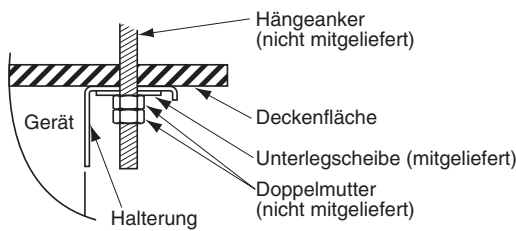
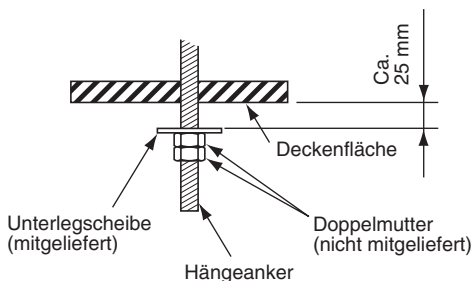

Abb. 3-14
Abb. 3-16
- (6) Die Vorbereitungen zum Aufhängen des Innengeräts durchführen. Die Aufhängungsmethode richtet sich danach, ob es sich um eine abgehängte Decke handelt oder nicht. (Abb. 3-14 und 3-15)
- (7) Das Innengerät wie folgt aufhängen:
- a) Die Halterung an den Hängeanker montieren. Sie muss fest in die Deckenfläche greifen. (Abb. 3-16~3-16)